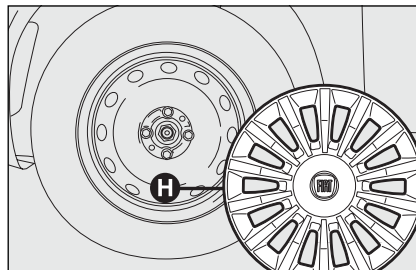

fig. 4
- verwijder het wieldeksel **H**-fig. 4 (uitvoeringen met stalen velgen) of de naafdoop (uitvoeringen met lichtmetalen velgen);